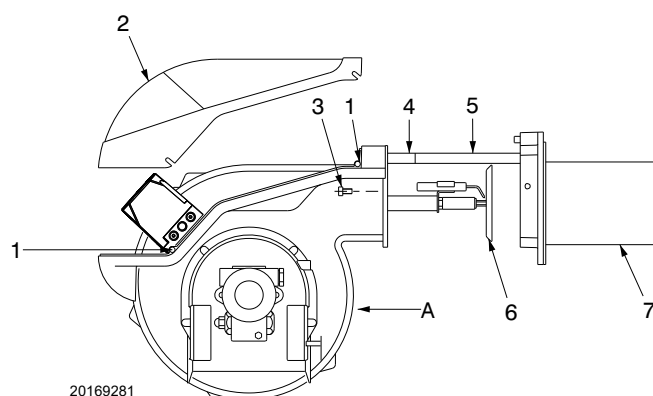

Fig. 40
- retraceți piesa A menținând-o ușor ridicată pentru a nu deteriora discul 6) de pe piesa bucală 7)(Fig. 40).